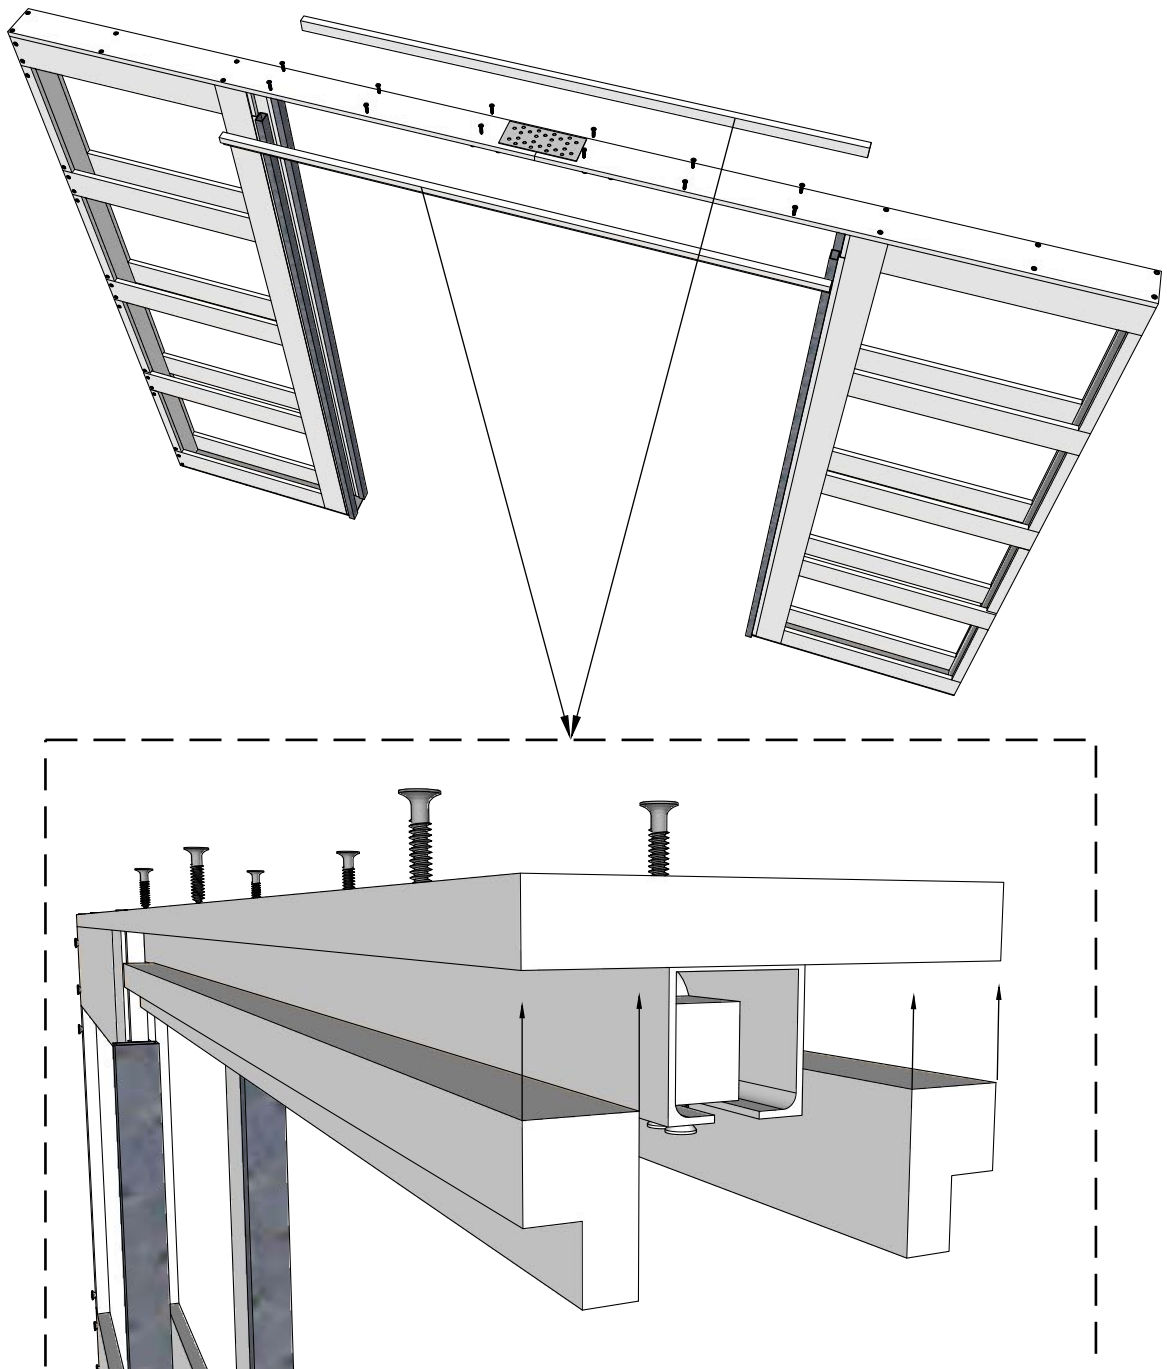

Рисунок 16
5. Полученные 2 половины пеналя закрепить соединительной пластиной и установить базы под обрамляющие элементы (деталь D). Закрепить саморезами 3,5x25 (Рис. 16).